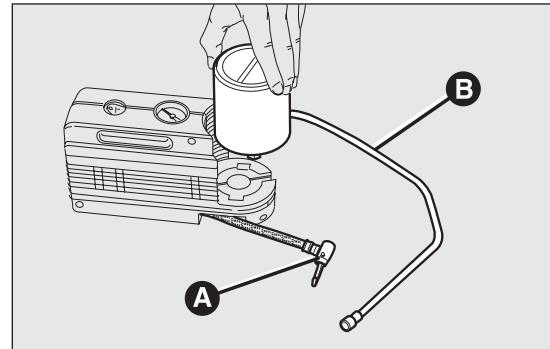

Abb. 108
- Die Kupplung A Abb. 108 lösen;
- Die Spraydose mit der Kupplung A verbinden und den durchsichtigen Schlauch B Abb. 108 in die entsprechende Aufnahme einsetzen.